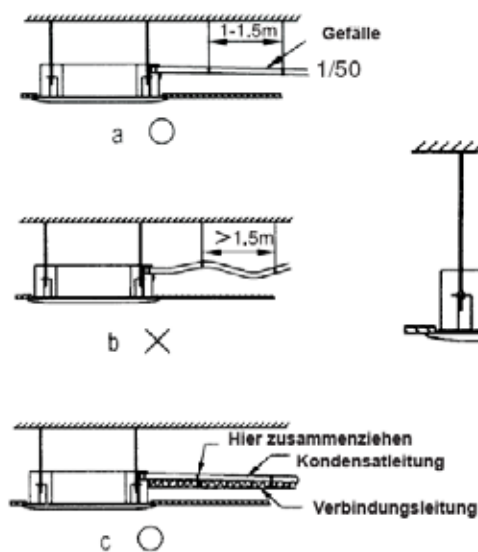

Abb. 30
- Um zu verhindern, dass Wasser zurück ins Klimagerät fließt, wenn das Gerät stoppt, sollte die Kondensatleitung nach außen (Austrittseite) ein Gefälle von über 1/50 aufweisen. Sie sollten außerdem vermeiden, dass sich Wasser ansammeln kann. (Siehe Abb. 30 a)
- Ziehen Sie beim Anschluss nicht zu heftig an der Kondensatleitung, damit das Gehäuse nicht verschoben wird. Alle 1 – 1,5 m sollte eine Stütze angebracht werden, um zu verhindern, dass sich die Kondensatleitung durchbiegt (siehe Abb. 30 b). Sie können die Kondensatleitung aber auch an der Anschlussleitung befestigen. (Siehe Abb. 30 c)